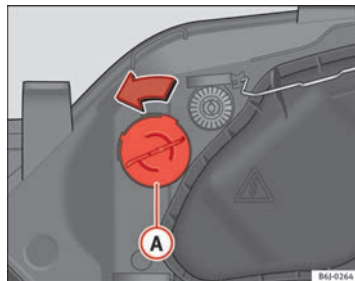

Abb. 159 Blinklicht
- Drehen Sie den Lampenträger ⇒ Abb. 159 Ⓐ nach links und ziehen Sie.